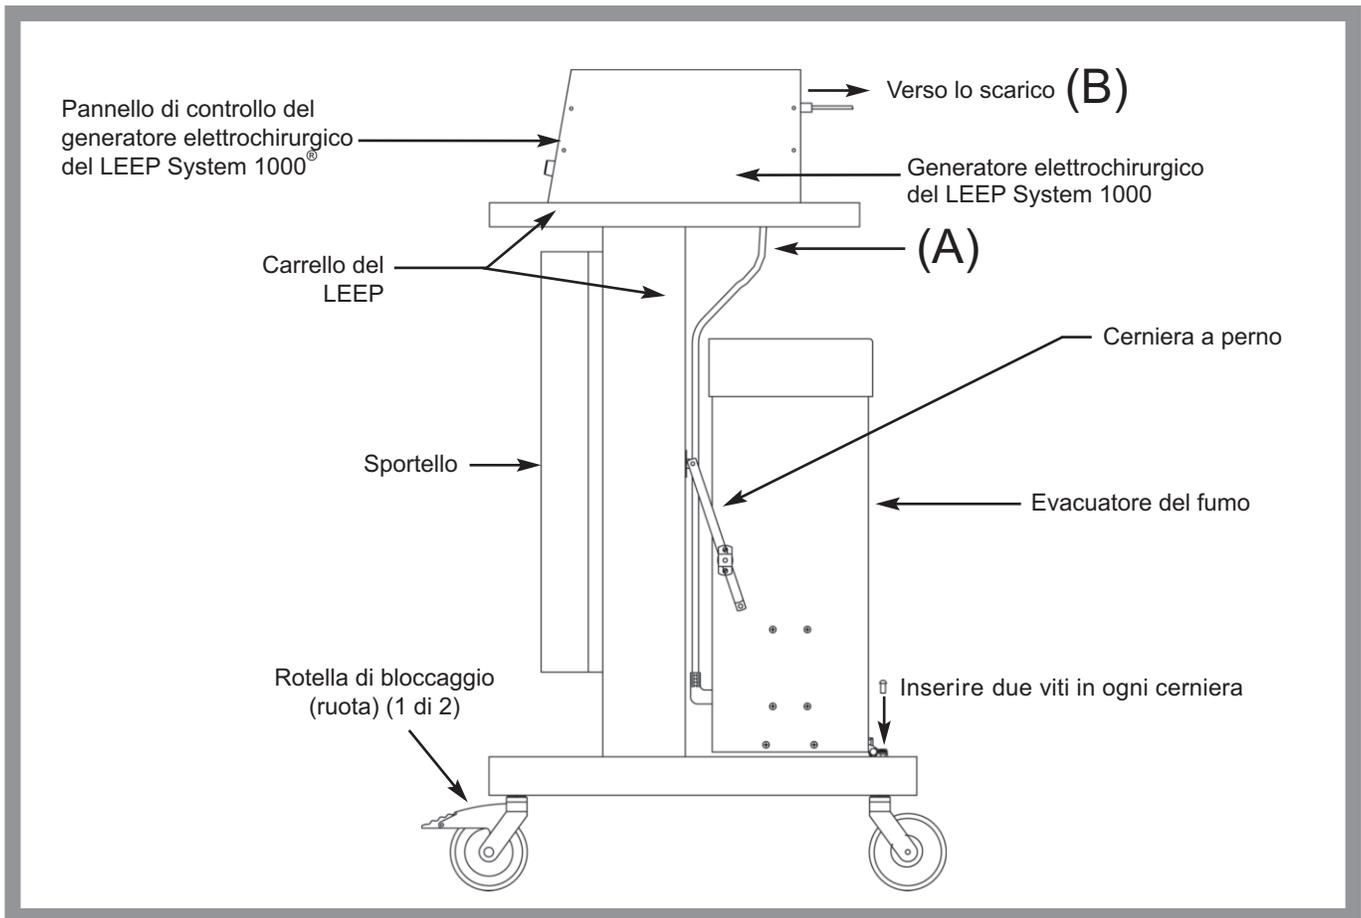
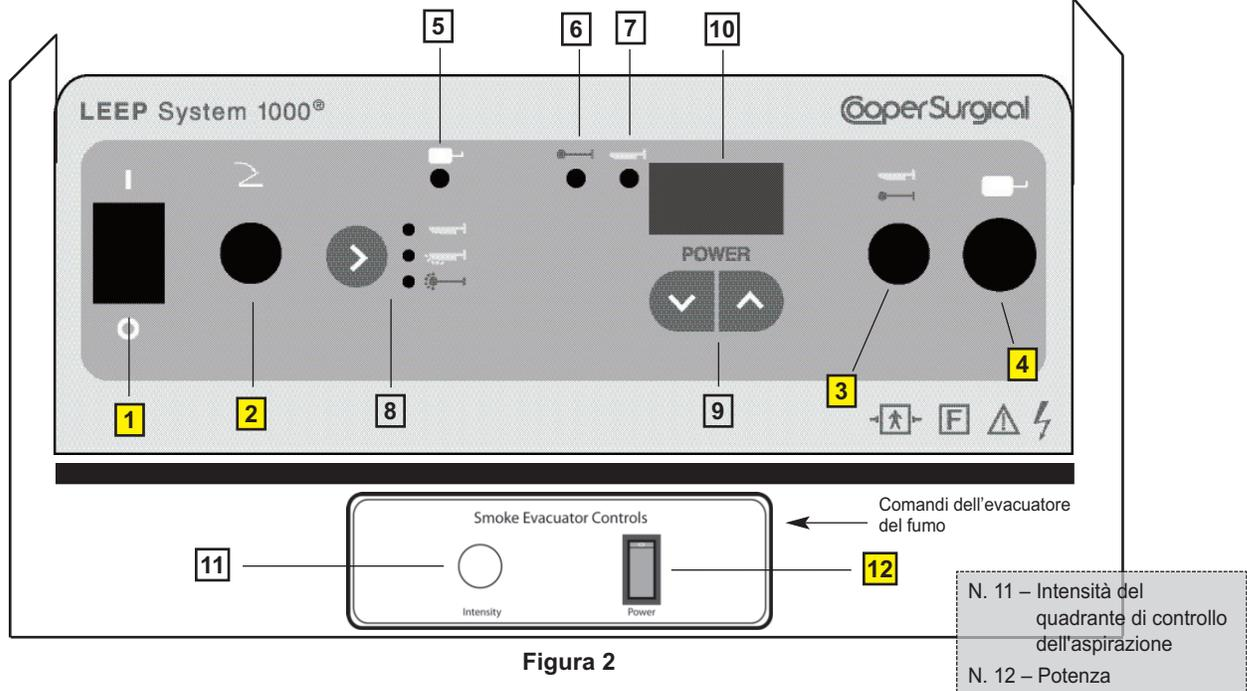

Figura 1
Figura 2
3. Rimuovere le viti dal lato dell'evacuatore del fumo, quindi chiudere il supporto della cerniera a goccia sull'evacuatore del fumo. Fare riferimento alla Figura 1.
Dopo aver disimballato la confezione del generatore elettrochirurgico, allineare i piedini sul fondo di quest'ultimo ai corrispondenti fori situati nella parte superiore del carrello. Fare riferimento alla Figura 1.
1. Collegare il cavo che passa dal generatore elettrochirurgico alla presa posta sul retro dell'evacuatore del fumo [consultare (A) nella Figura 1].
Consultare **1** e **12** nella Figura 2. Quindi, collegare il cavo di alimentazione alla presa posta sul retro del generatore elettrochirurgico e poi in una presa a parete dotata di messa a terra e di grado ospedaliero per ricevere l'alimentazione [consultare (B) nella Figura 1].
Collegare l'interruttore a pedale alla presa **2**, mostrata nella Figura 2, senza attivare il pedale e stringere la spina filettata. Questo è un comando azionato ad aria (pneumatico). Non vi è corrente elettrica per offrire la massima sicurezza.
- Collegare il manipoles dell'elettrodo attivo alla presa **3**, mostrata nella Figura 2, e serrare l'elettrodo prescelto nel manipoles.
- Collegare la piastra paziente dispersiva alla presa **4**. Consultare la Figura 2.